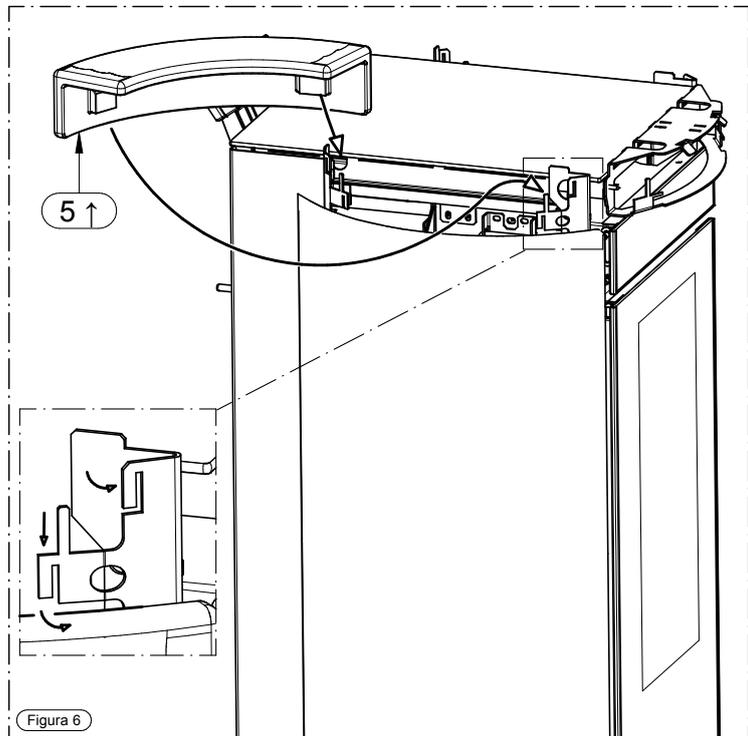

Figura 6
- Poi procedere al montaggio della ceramica (5↑) seguendo le indicazioni della Figura 6 ovvero deformando leggermente i dentini fino a che la ceramica risulta essere ben solidale.
- Poi procedere al montaggio della ceramica (5↑) seguendo le indicazioni della Figura 6 ovvero deformando leggermente i fermi fino a che la ceramica risulta essere ben solidale.